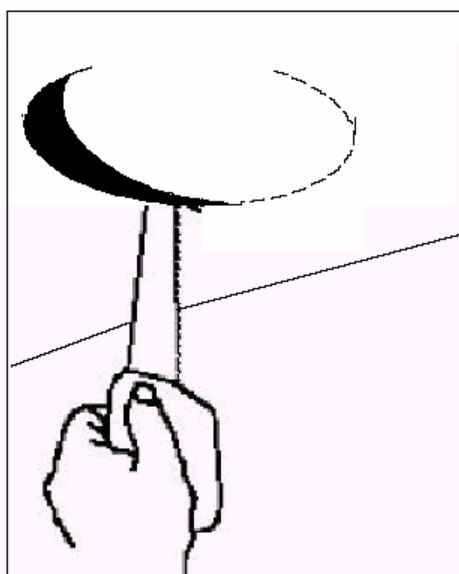

图 33
- 3) 开孔。根据您的天花板材质的不同，选用合适的工具和方式，去掉天花板上圆的部分。如图 33